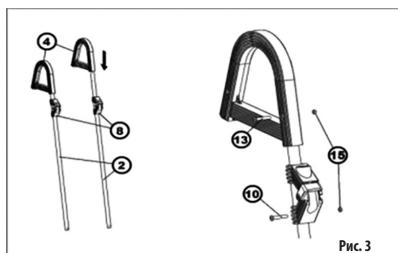

Рис. 3
На верхние концы собранных опорных ножек (2) надвиньте пластиковые предохранительные держатели (8), а потом установите пластиковые дуги (4). Компоненты закрепите соответствующими болтами (10, 13, 15). (Рис. 3)